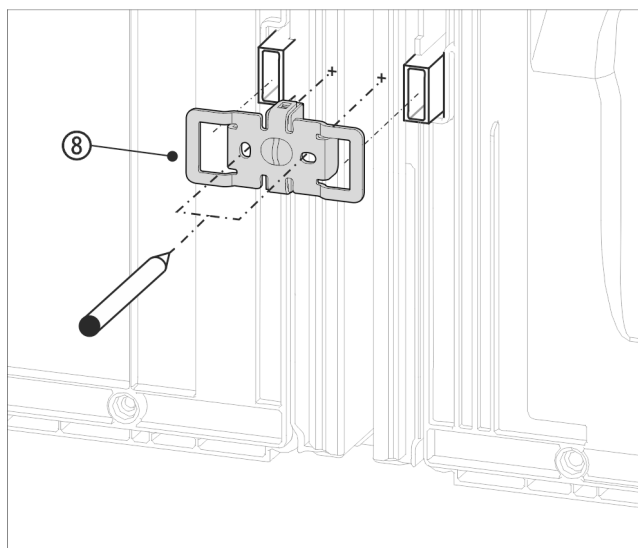

Fig. 16 Zobrazení příkladu
- ▶ Úhelník Fig. 16 (8) zasuňte vybráním přes úchyt pro vyme-zo-vač odstupu od stěny.